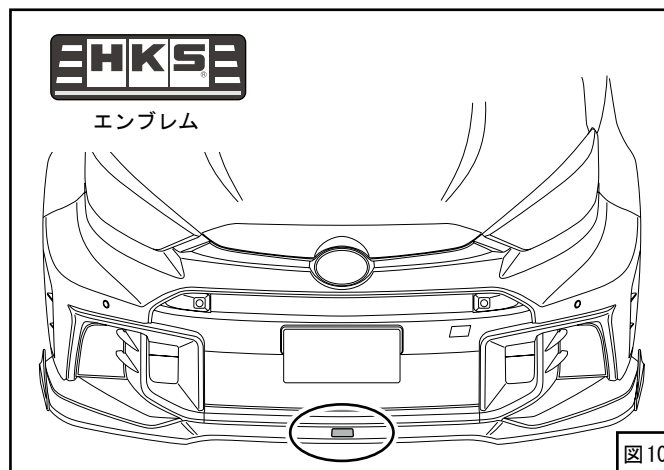

図10
(12) 両面テープの剥離紙を切れないようにゆっくりと剥がし、フロントスポイラーを押し当てながら両面テープを貼付けてください。
- (13) 取付け状態を確認し、浮きやガタツキがないか確認してください。
- (14) 貼付け箇所を脱脂してお好みでエンブレムを貼付けてください。(図10)
推奨位置を図10にて示します。